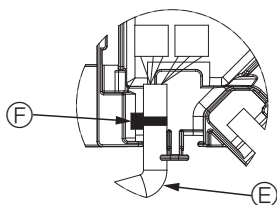

Fig. 6-11
- Placez le ruban de protection du moteur d'ailette du panneau dans la boîte de raccordement, comme indiqué sur le schéma. (Fig. 6-11)